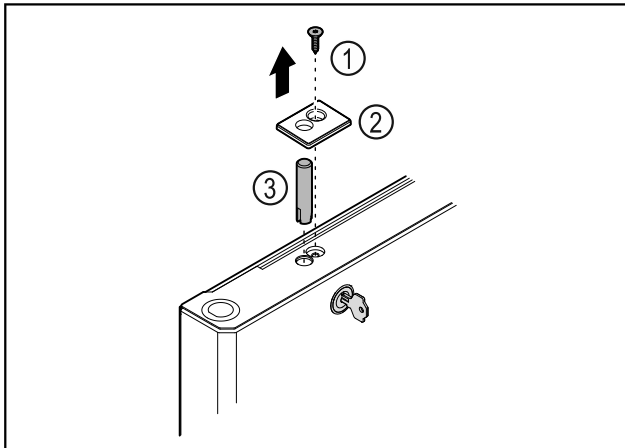

Fig. 38
- Hiqni vidën Fig. 38 (1).
- Nxirrni nga foleja kapakun mbulues Fig. 38 (2) me një kaçavidë të vogël dhe hiqeni.
- Nxirrni jashtë kunjin e bravës Fig. 38 (3).